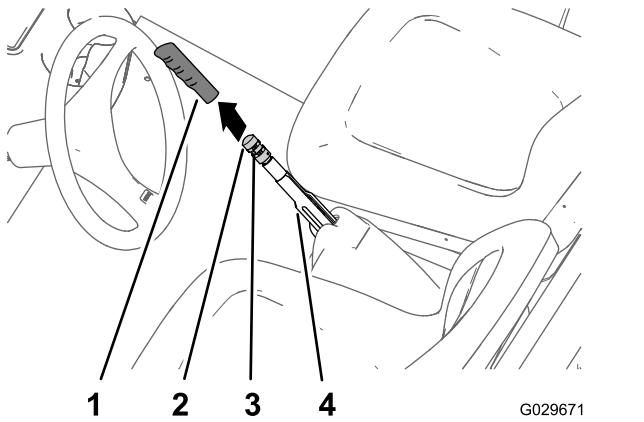

Figura 65
1. Retire la empuñadura de la palanca del freno de estacionamiento (Figura 65).
2. Afloje el tornillo de fijación que sujeta el pomo de ajuste del freno a la palanca del freno de estacionamiento (Figura 65).
3. Gire el pomo de ajuste del freno hasta que se llegue a una fuerza de entre 133 y 156 N para accionar la palanca del freno de estacionamiento (Figura 65).
4. Apriete el tornillo de fijación e instale la empuñadura (Figura 65).
2. Afloje el tornillo de fijación (Figura 65) que sujeta el pomo de ajuste del freno a la palanca del freno de estacionamiento, quite el freno de estacionamiento y afloje el pomo de ajuste del freno.
5. Gire el pomo de ajuste del freno (Figura 65) hasta que se llegue a una fuerza de entre 133 y 156 N para accionar la palanca del freno de estacionamiento.
- C. Gire el pomo de ajuste del freno (Figura 65) hasta que se llegue a una fuerza de entre 133 y 156 N·m para accionar la palanca del freno de estacionamiento.
- Apriete el tornillo de fijación e instale la empuñadura (Figura 65).